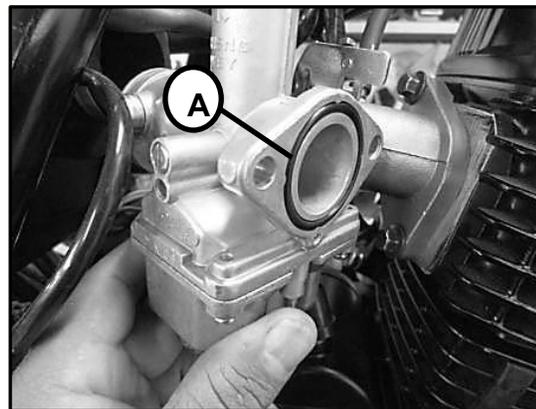

Fig.2.38
- asegúrese que el O-ring [A] del carburador este instalado correctamente y en buenas condiciones. Fig.2.38.